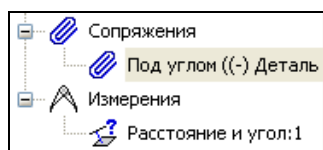

Рис. 4.57. Объект Измерение в Дереве модели
- ◆ чтобы создать объект Измерение, нажмите кнопку **Создать измерение** на Панели свойств (см. рис. 4.57). При этом в модели автоматически формируются связанные с этим объектом информационные переменные, значения которых равны результатам измерения. Объект Измерение, соответствующий последнему выполненному измерению, появляется в Дереве модели (рис. 4.57). Объект Измерение не подлежит редактированию — его можно только удалить из модели или исключить из расчета. Это вы можете сделать, вызвав соответствующие команды из контекстного меню объекта Измерение. При создании объекта **Измерение** автоматически создаются связанные с ним переменные. Чтобы их увидеть, нажмите кнопку **Переменные** на панели **Стандартная**. Появится окно **Переменные**. Значения соз-